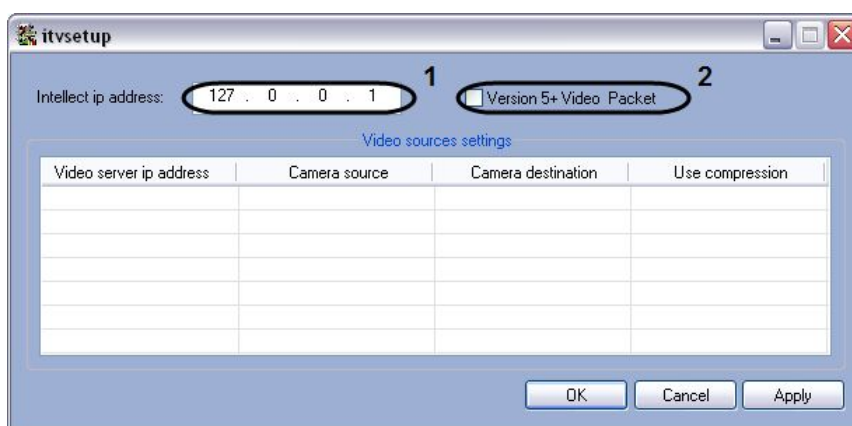

Рис. 7.3.3-1 Указание адреса Сервера «Авто-Интеллект»
1. В поле «Intellect ip address» задать ip-адрес Сервера в сети, на котором установлен программный комплекс «Авто-Интеллект». В том случае, если программный комплекс «Авто-Интеллект» установлен на том компьютере, где происходит настройка с помощью утилиты itvsetup.exe, в поле «Intellect ip address» требуется указать локальный ip – адрес компьютера - 127.0.0.1 (задан по умолчанию) (см Рис. 7.3.3-1).
2. Установить флажок «Version 5+ Video Packet». Флажок «Version 5+ Video Packet» предназначен для осуществления работоспособности программного комплекса Rossi «Поток» версии 5.8.2 совместно с программным модулем «Поток» (см. Рис. 7.3.3-1).